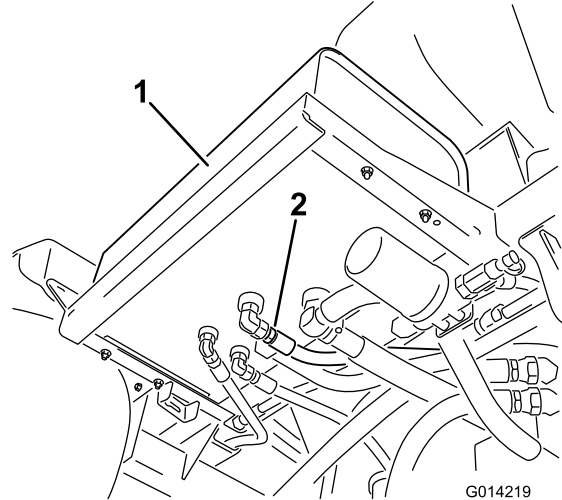

图 94
2. 清洁液压油箱底部的 1 个液压软管接头周围的区域 图 94。
4. 从油箱上拆下软管接头将油排放到盘中 图 94。